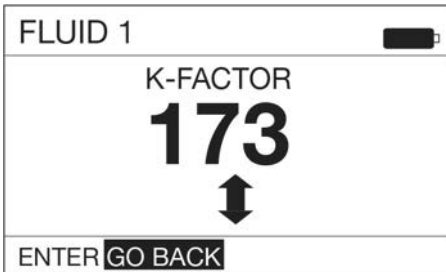

FIG. 66
3. L'écran de réglage du facteur d'étalonnage K illustré sur la FIG. 66 s'affiche.